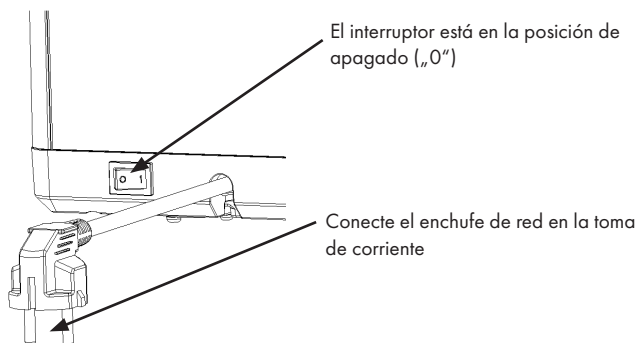

Figura 13
6. Ponga el interruptor de encendido/apagado en la posición „1“ para encender la unidad. En la posición „0“ el aparato está apagado (ver figura 13).